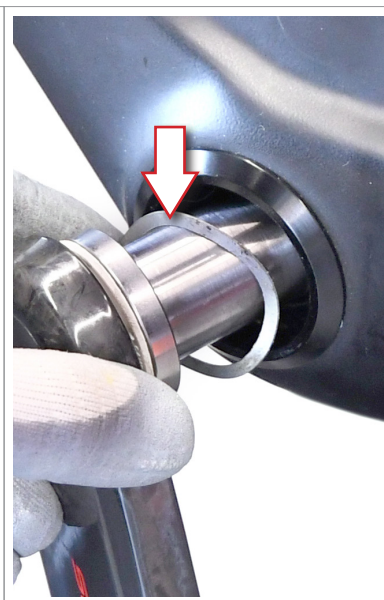

Fig.4
- Inserite la rondella ondulata (Fig.4 ) nello spazio per il cuscinetto della calotta sinistra.